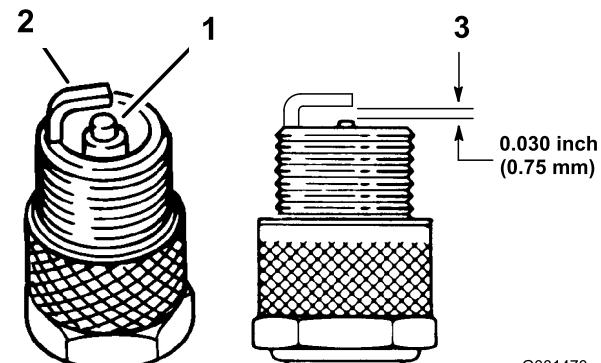

Figure 36
- Examinez le centre de la bougie (Figure 36). Si le bec isolant est recouvert d'un léger dépôt gris ou brun, le moteur fonctionne correctement. S'il est recouvert d'un dépôt noir, cela signifie généralement que le filtre à air est encrassé.
- Contrôlez l'écartement entre l'électrode centrale et l'électrode latérale (Figure 36). Courbez l'électrode latérale (Figure 36) si l'écartement est incorrect.
- Branchez la bougie (Figure 36).